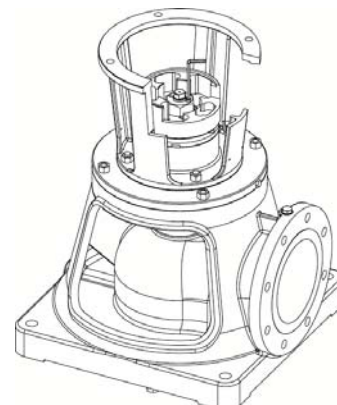

Figure 14
- Serrer et bloquer la vis d'arrêt (fig. 14).